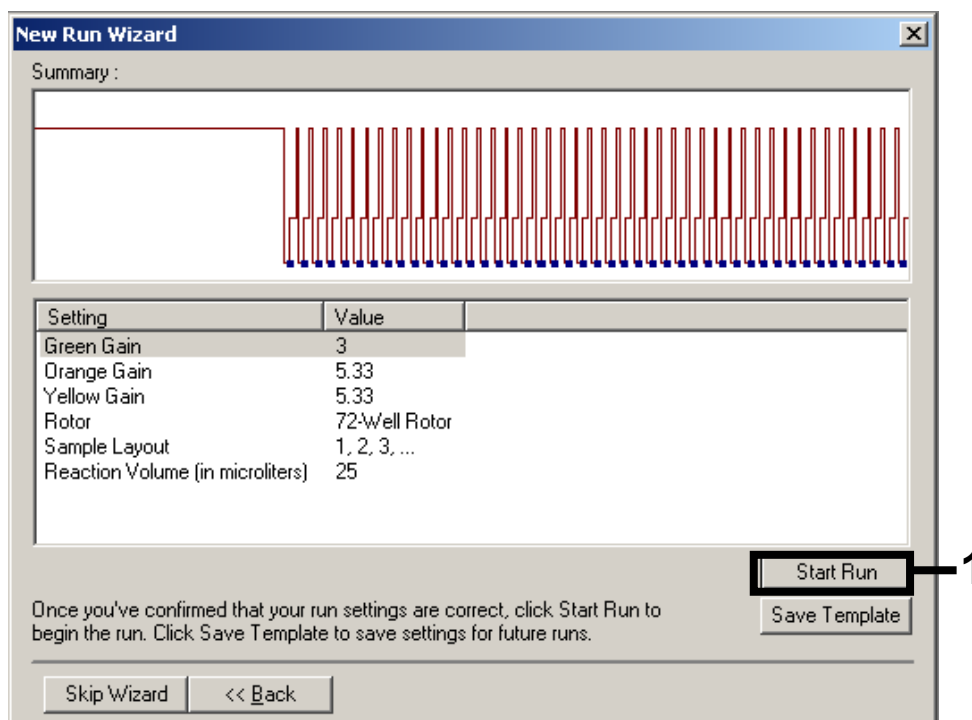

Figura 9. Início do ensaio.
11. Os valores de ganho determinados pela calibração de canais são guardados automaticamente e são enumerados na última janela do menu do procedimento de programação (figura 9). Clique em "Start Run" (iniciar procedimento de ensaio).